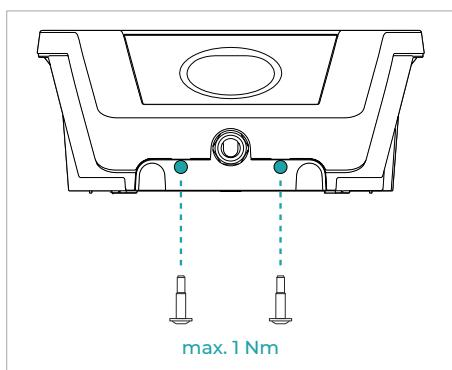

Fig. 10
- Fixați cadrul exterior pe sistemul de încărcare cu ajutorul șuruburilor furnizate în pachetul de livrare, montându-le în pozițiile indicate în **fig. 10**.